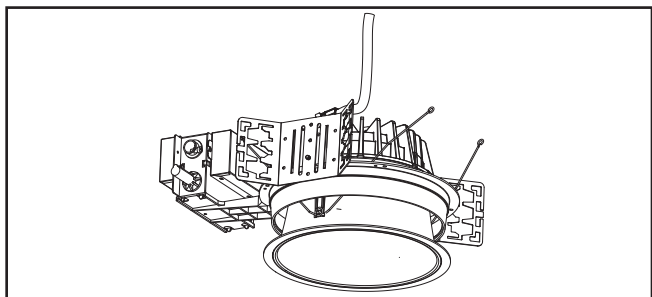

Figure 9.
3. Installez le moteur lumineux à DEL et l'assemblage de la garniture en insérant les ressorts de torsion dans les récepteurs en spirale qui se trouvent à l'intérieur du boîtier (Figure 9).
1. Retirez l'assemblage de la garniture du boîtier (Figure 9).